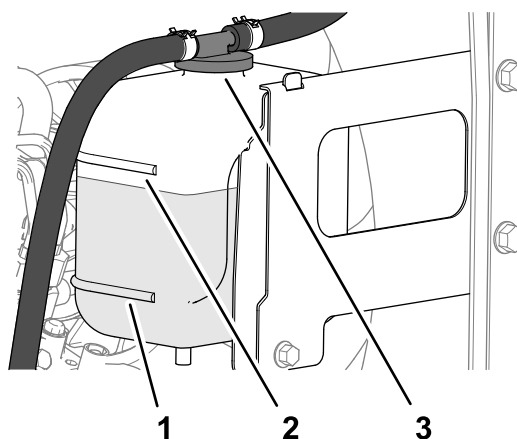

Рисунок 103
3. Проверьте уровень охлаждающей жидкости в расширительном бачке (Рисунок 103).